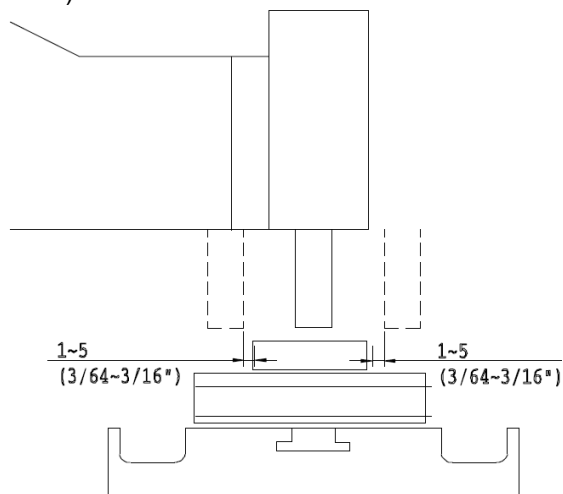

Рис.6.8a
2.a. Для лучшей обработки (точность, плоскостность) это важно для шлифования, чтобы обработать оба края деталей рекомендуется учитывать заход и выход шлифовального круга 1-5 мм (Рис.6.8a).